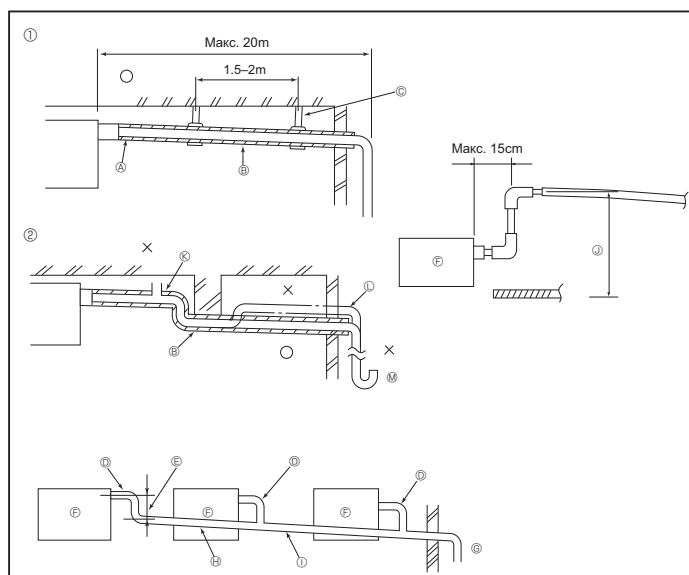

Fig. 3-4
3.4. Дренажные трубы (Fig. 3-4)
- ① Правильное соединение труб
② Неправильное соединение труб